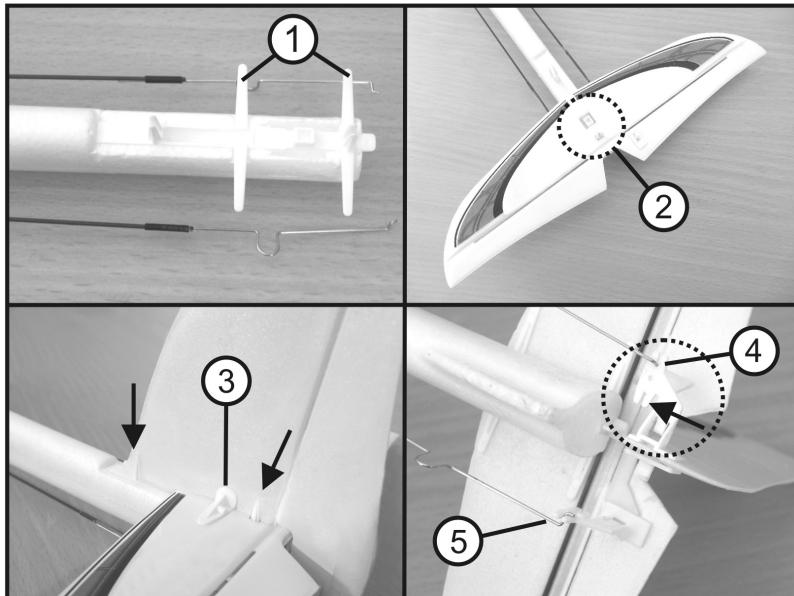

Bild 5
Legen Sie das Höhenruder (2) vorsichtig in die Halterung des Höhenruders (1), siehe Bild 5. Das Dekor zeigt hierbei nach oben, der Ruderanlenkhebel nach unten.
Schieben Sie das Seitenruder vorsichtig in die hierfür vorgesehenen Halterungen (siehe Bild 5, Pos. 3 und Pfeile). Der Leitwerksverbindelement (Bild 5, Pos. 3) muss in der Halterung des Höhenruders (Bild 5, Pos. 1) sprürbar einrasten.
Montieren Sie die Gestänge an das Seitenruder (Bild 5, Pos. 4) bzw. an das Höhenruder (Bild 5, Pos. 5). Hierfür müssen Sie vorsichtig mit einer Spitzzange jeweils den Anlenkdraht außen in die Ruderhörner von Seiten- und Höhenruder einclipsen. Für geübte Piloten, die etwas mehr Ausschlag am Seiten- bzw. Höhenruder wünschen, können die Anlenkdrähte jeweils innen eingeklipst werden (siehe Pfeil bei Pos. 4).